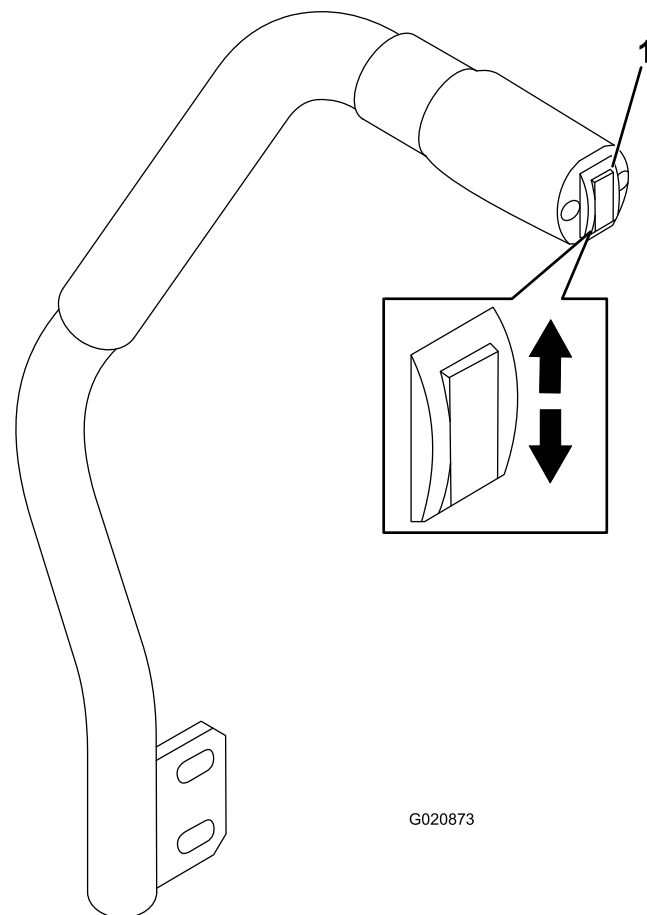

Рисунок 23
Подъем и опускание режущего блока производится с помощью переключателя подъема деки (Рисунок 23). Рычаг можно использовать только при работающем двигателе.
- Чтобы опустить режущий блок, нажмите переключатель подъема деки вниз (Рисунок 23).
- Чтобы поднять деку газонокосилки, нажмите переключатель подъема деки вверх (Рисунок 23).
1. При работающем двигателе нажмите переключатель подъема деки вверх, пока режущий блок не поднимется полностью, и **немедленно отпустите переключатель** (Рисунок 23).